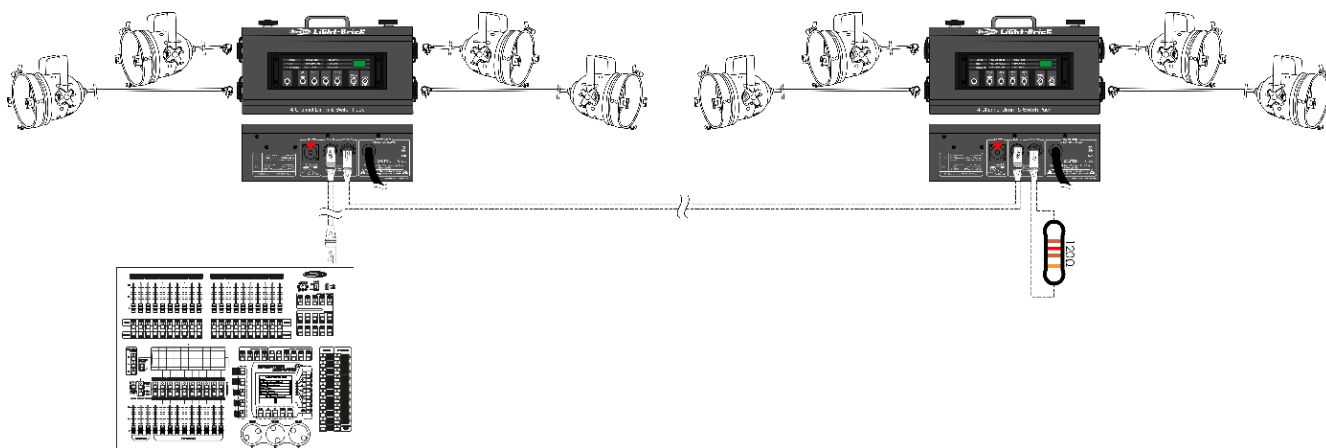

Fig.04
- 03) Collegare le unità come indicato nella fig. 04. Collegare la presa DMX "out" della prima unità alla presa DMX "in" della seconda unità, servendosi di un cavo di segnale DMX. Ripetere questo processo fino a collegare il numero desiderato di unità.